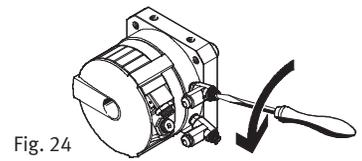

Fig. 24
6. Öppna strypbackventilen långsamt igen (Fig. 24) tills den önskade vridhastigheten är inställd. Anslagsarmen ska nå ändläget men inte slå emot för hårt.